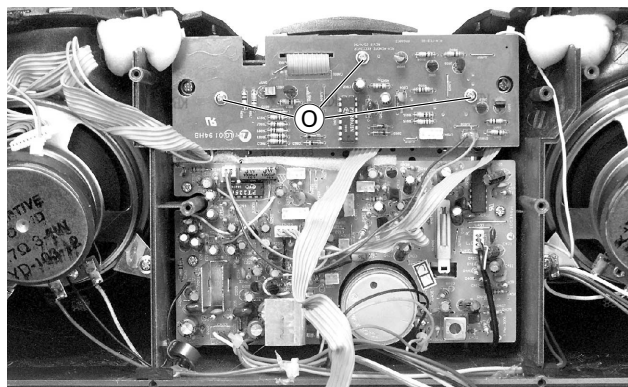

Fig. 16
- 3 Schrauben ① (Fig. 16) herausdrehen und Lautstärkeplatte nach oben klappen (nur bei RR 670 CD).
- Undo the 3 screws ① (Fig. 16) then tilt up the volume control PCB (only with RR 670 CD).
- 3 Schrauben (O) (Fig. 16) herausdrehen und Lautstärkeplatte nach oben klappen (nur bei RR 670 CD).
- Undo the 3 screws (O) (Fig. 16) then tilt up the volume control PCB (only with RR 670 CD).